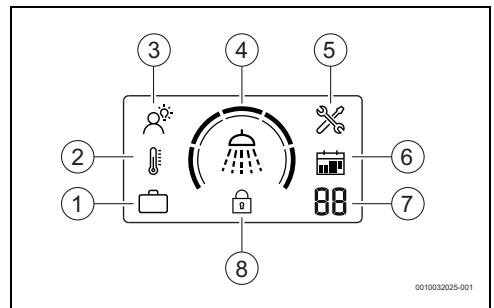

Fig. 5 Visor
- ▶ Pressionar a tecla  até aparecer o modo SMART no visor (→ Fig. 5 [3]).
- ▶ Pressionar a tecla  até aparecer o modo MANUAL no visor (→ Fig. 5 [2]).
- ▶ Pressionar a tecla  até aparecer o modo Férias no visor (→ Fig. 5 [1]).
- ▶ Pressionar a tecla  para definir o número de dias de férias pretendido (→ Fig. 5 [7]).
Esta função bloqueia o painel de comandos (→ Fig. 5 [8]).